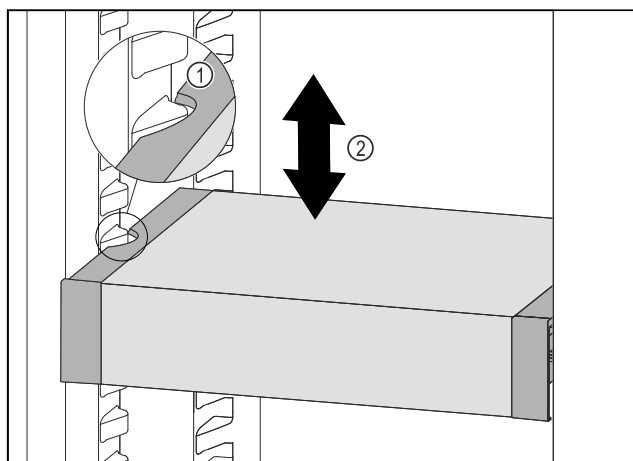

Fig. 131
- VarioSafe vucite prema naprijed sve dok se bočni otvori VarioSafe ladice ne nađu na visini žlijeba spremnika u hladnjaku. Fig. 131 (1)
- Pomičite ladicu VarioSafe u hladnjaku prema gore ili dolje sve dok ne dosegnete željenu visinu. Fig. 131 (2)